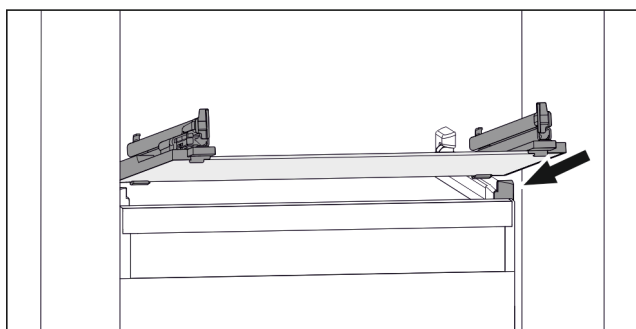

Fig. 167 Eksempel på fremstilling av glassplaten
- ▶ Sett glassplaten på skrå bak stopperne. (se Fig. 167)